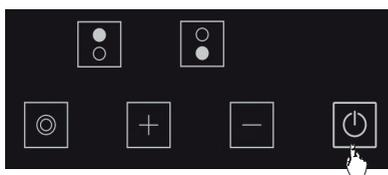

Abbildung 11
1. Sie können die Kochstelle durch Drücken der **Power-Off** Taste ausschalten. (Siehe Abb. 11)